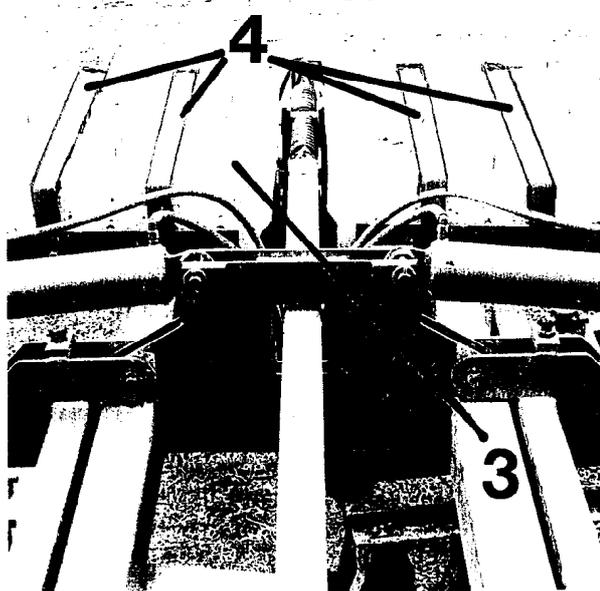

Fig.5
- das Gerätegewicht; durch Betongewichte 3 (Fig. 5) veränderbar. Nach Aufbau Sicherheitsbügel 4 (Fig. 5) montieren.
Auf ausreichende Deichsel-Stützlast achten; entsprechende Gewichte vorn aufsetzen (mit Bügel 4 (Fig. 5) sichern!